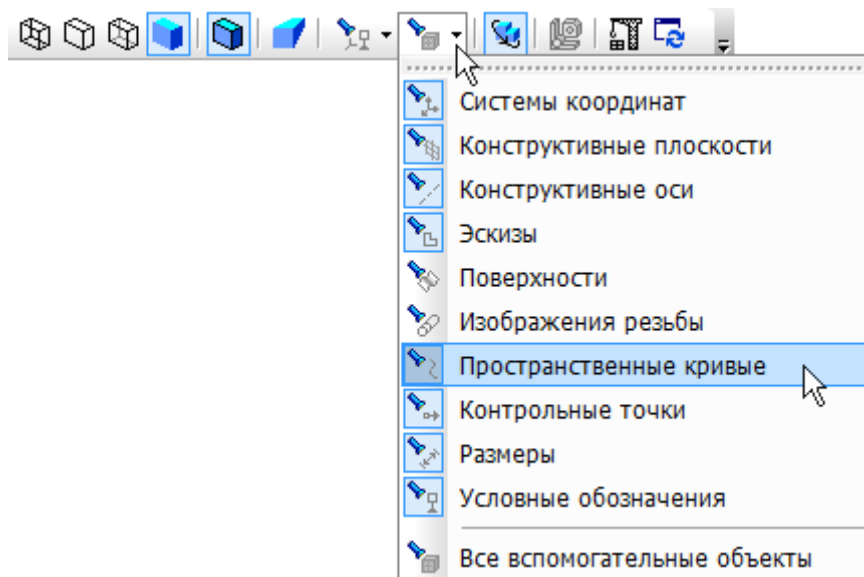

Рисунок 11.
- Для того, чтобы увидеть ломанную, откройте список кнопки Скрыть все объекты в компонентах и включите показ пространственных кривых в окне сборки (рис. 11).